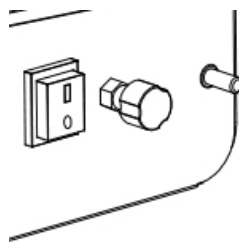

Abbildung 3
- Regulieren Sie die Flamme und die Leistung, indem Sie den Einstellknopf gegen den Uhrzeigersinn drehen, um sie zu erhöhen oder im Uhrzeigersinn, um sie zu verringern. (Abbildung 3).